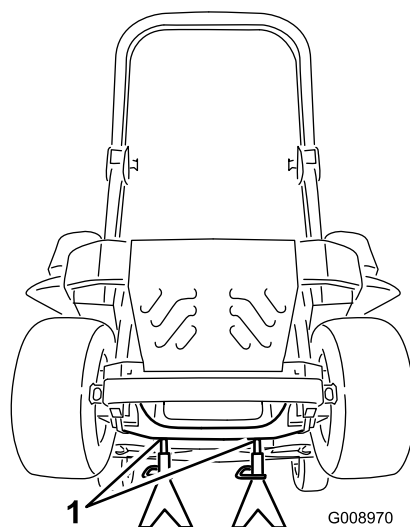

Figure 83
3. Soulevez la machine sur des chandelles (Figure 83).
9. Retirez les chandelles et abaissez la machine (Figure 83).